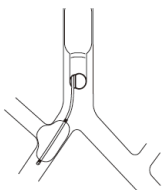

Bild 9
3. För höger torakotomi, placera och blås upp blockeringskuffen så att den tränger lätt in i bronkens övre lob. Detta kommer att hjälpa fixeringen av blockeringskuffen på plats och säkert blockera höger huvudbronk (Bild 9).